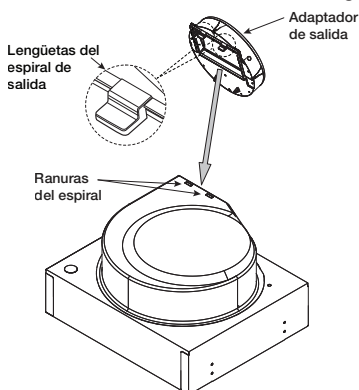

Figura 1
1. Inserte las lengüetas del adaptador de salida en las ranuras del espiral, según se muestra en la Figura 1.